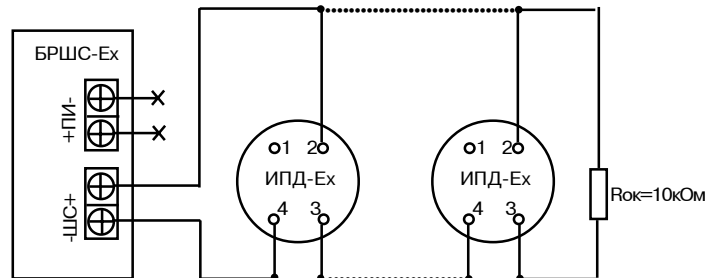

Рис.1-Рекомендуемая схема подключения ИПД-Ех к БРШС-Ех (в один шлейф БРШС-Ех рекомендуется включать не более 10 ИПД-Ех)
4.1.2.3. Произведите монтаж подводящих проводов к розетке ИПД-Ех согласно схеме подключения (рис.1).